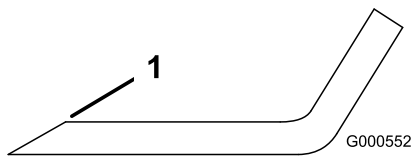

図 77
- ブレードは、左右の刃先をやすりで磨く(図77)。
**注** もし傾くようなら、重い方の裏面を少し削って調整する 図 77。